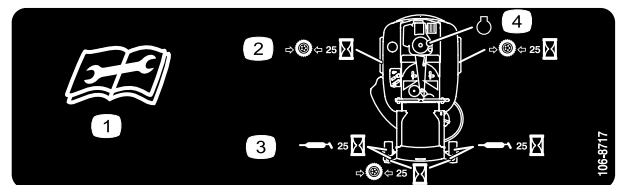

Figure 26
3. Nettoyez les graisseurs (Figure 25 et Figure 26) à l'aide d'un chiffon. Grattez la peinture qui pourrait se trouver sur les graisseurs.
4. Raccordez une pompe à graisse à chaque graisseur (Figure 25 et Figure 26). Injectez de la graisse dans